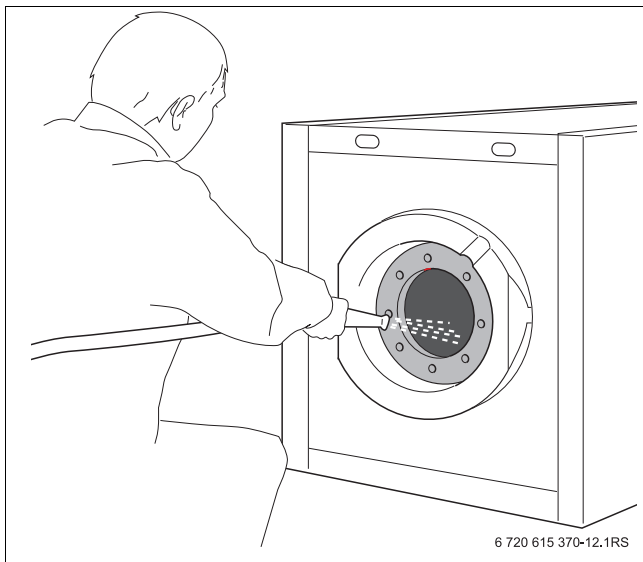

Рис. 14 Промывка бака-водонагревателя
- ▶ Промойте бак внутри "острой" струёй холодной воды с давлением 4 – 5 бар (→ рис. 14).